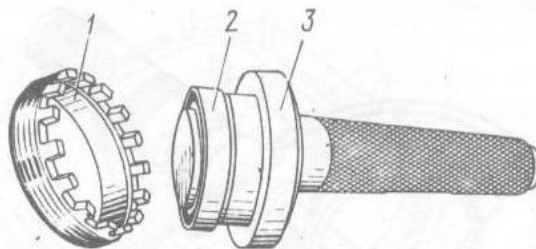

Bild 3-142. Eintreiben der Manschette an Halbachsflansch:
- mit Hilfe eines Dorns in die Stellmuttern 1 (Bild 3-142) der Ausgleichgetriebe Lager die Man-